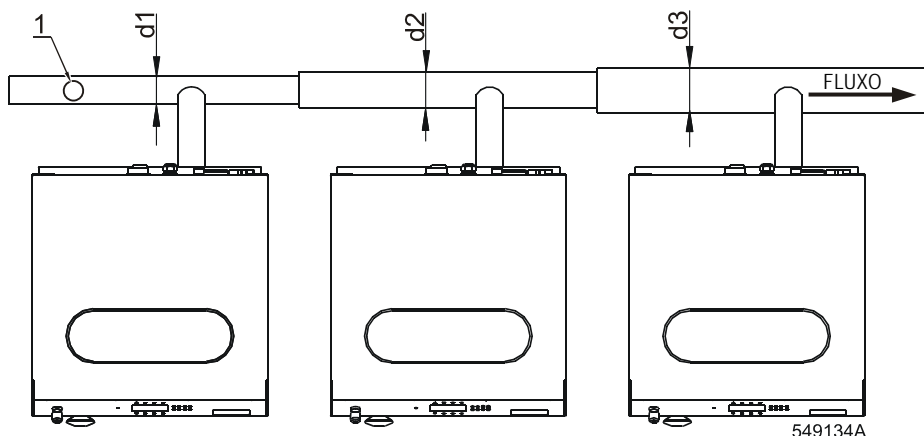

Fig. 16 Diâmetro recomendado da tubagem de esvaziamento
- O canal-tubagem principal de esvaziamento deve ter uma capacidade que possibilite esvaziar a água de todas as máquinas conectadas no mesmo momento. Em cada vinte metros da tubagem de esvaziamento, Fig. 16., pos.1, deve estar instalado um dispositivo para eliminar o cheiro. Se não for possível eliminar o cheiro, instale o dispositivo para eliminá-lo junto a cada máquina. Ao conectar a máquina com a tubagem de esvaziamento aumentará o diâmetro da tubagem ou a sua largura. Veja Fig. 16., d1, d2, d3.